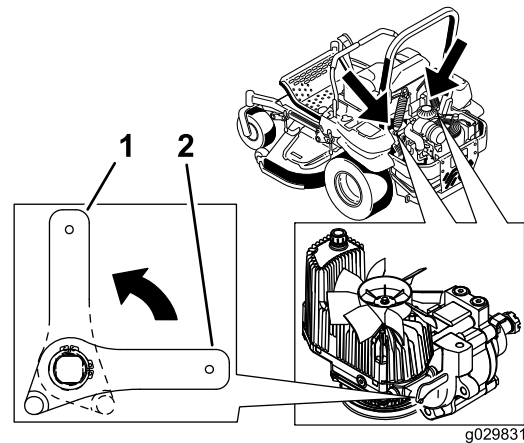

Figura 40
2. Gire las palancas de las válvulas de desvío a la posición vertical para empujar la máquina. Esto permite que el aceite hidráulico se desvíe alrededor de la bomba, dejando que las ruedas giren (Figura 40).
4. Gire las palancas de las válvulas de desvío a la posición horizontal para conducir la máquina (Figura 40).